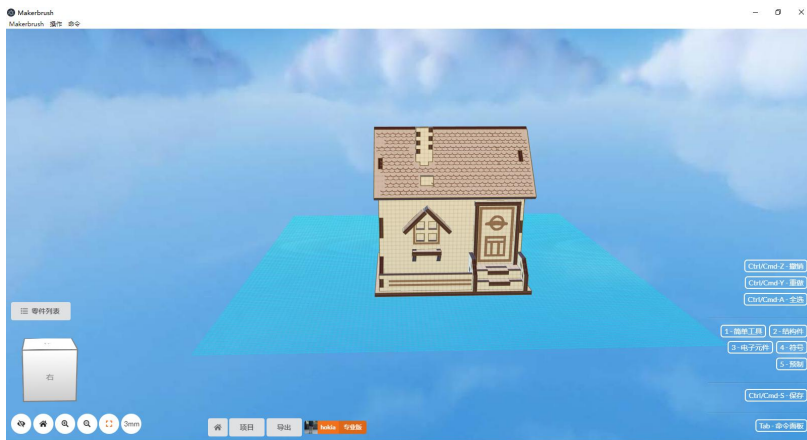

图 9-1
1. 使用 Makebrush 软件制作好需要的结构。如图 9-1